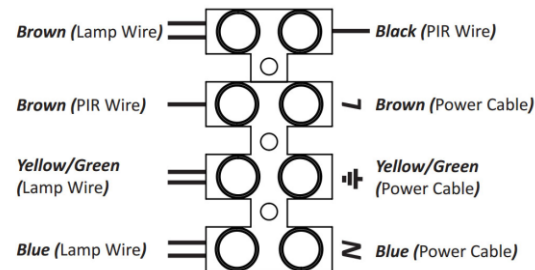

Fig.1
Für die Installation Ihrer Wandleuchte sehen Sie auch Fig.1
5. Schließen Sie das Stromkabel an der bereits installierten Lüsterklemme an. Sehen Sie hierzu auch Fig.1 und nehmen Sie den korrekten Kabelanschluss vor.